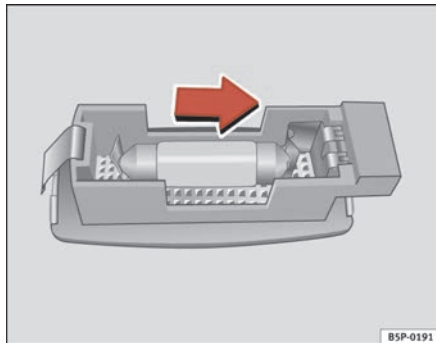

Abb. 175 Ausbau der Leuchte in der Sonnenblende
- Hebeln Sie das Lampenglas mit einem Schraubendreher vorsichtig an der Vertiefung ab, wie dies in der Abbildung gezeigt wird ⇒ Abb. 175.
- Nehmen Sie die Glühlampe in Pfeilrichtung heraus ⇒ Abb. 175.